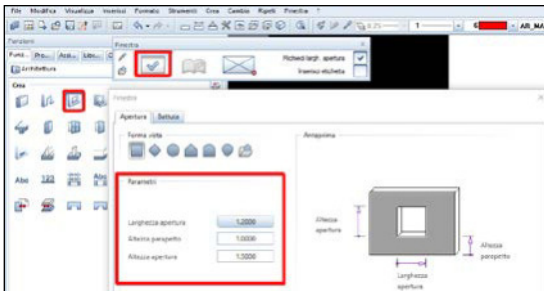

Fig. 59
- Selezione poi il comando «finestra» ed attraverso le proprietà posso modificare a piacimento tutti i valori dell'apertura da inserire (Fig. 59).